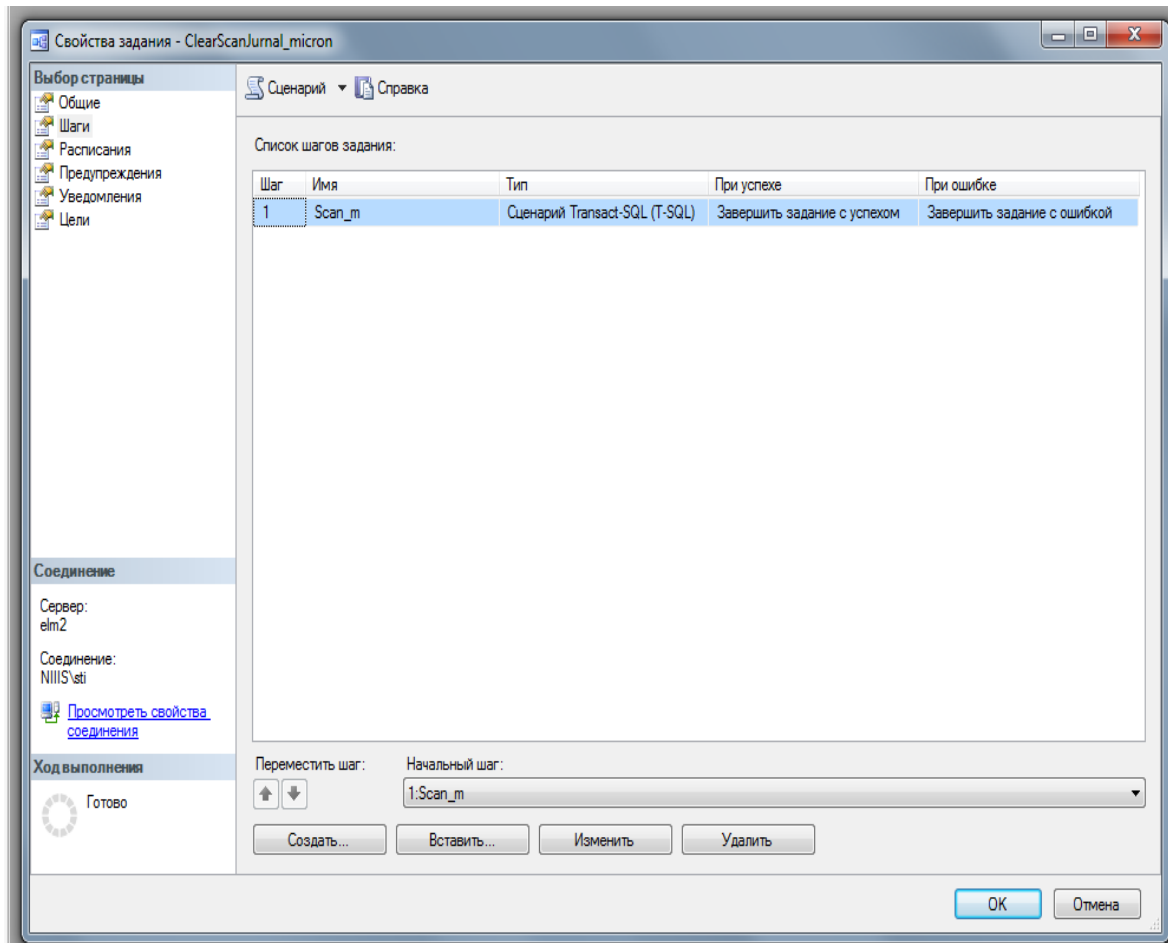

Рис. 4.
- выбрать **Шаги**. Форма примет вид, показанный на рис. 4.